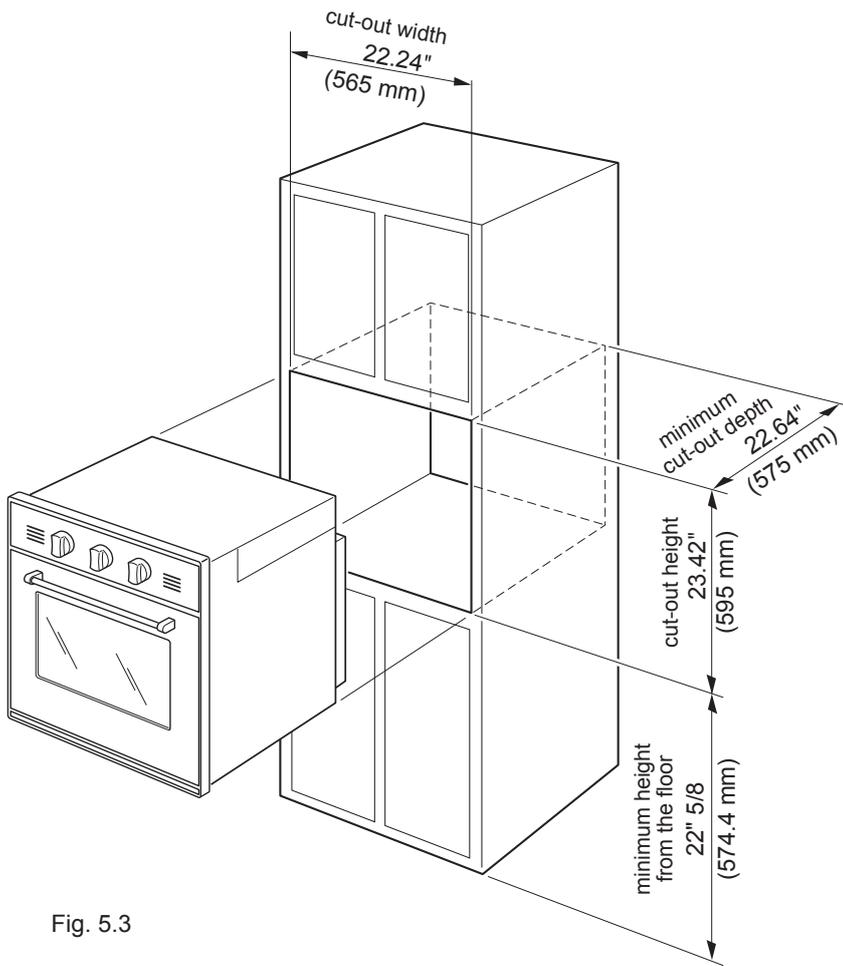

Fig. 5.3
**Cutout dimensions** (fig. 5.3):